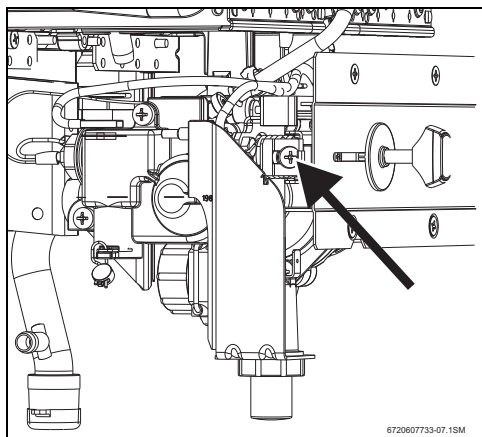

Рис. 14 Винт регулировки мин. расхода газа
- ▶ При помощи регулировочного винта (рис. 14) отрегулировать давление по таблице 7.